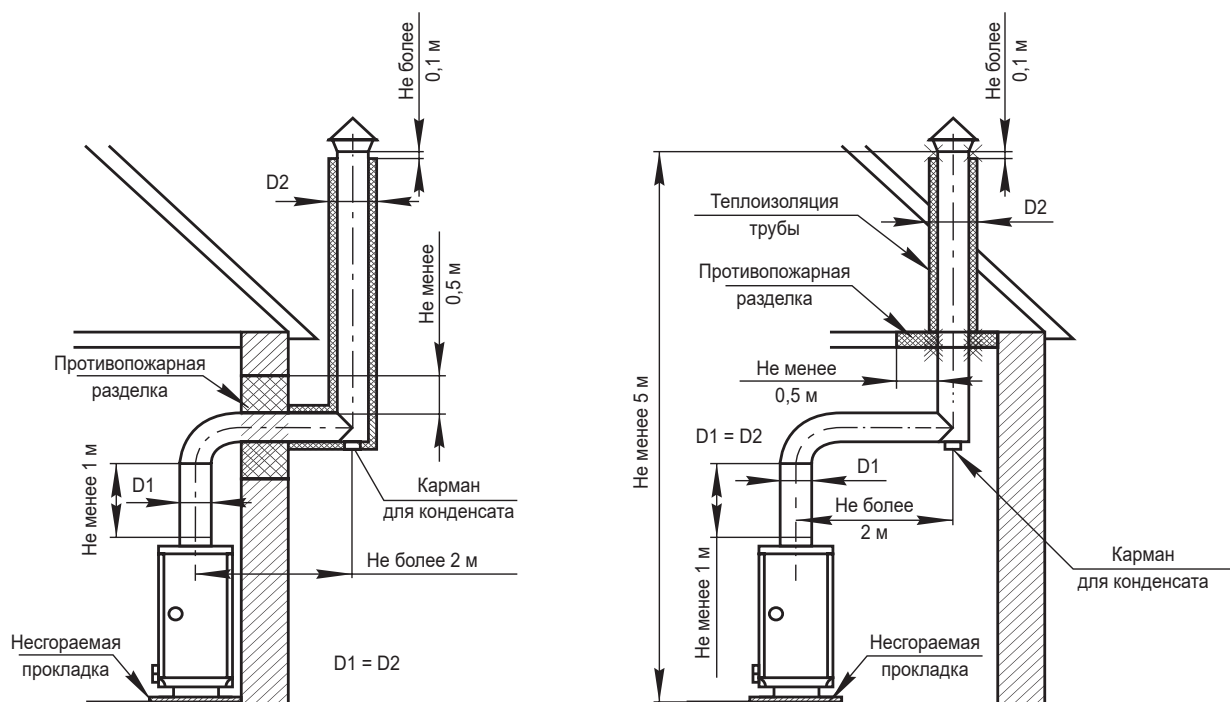

Рис. 5. Схема установки дымовой трубы с выводом через стену и с выводом через потолочное перекрытие
5.3 Котел работает при естественной тяге, создаваемой дымовой трубой за счет разницы холодного и нагретого воздуха, поэтому устройство дымовой трубы должно отвечать следующим требованиям соответствующих руководящих документов (см. рис. 5, 6):
- высота трубы над крышей должна быть не менее размеров, указанных на рис. 5, 6;